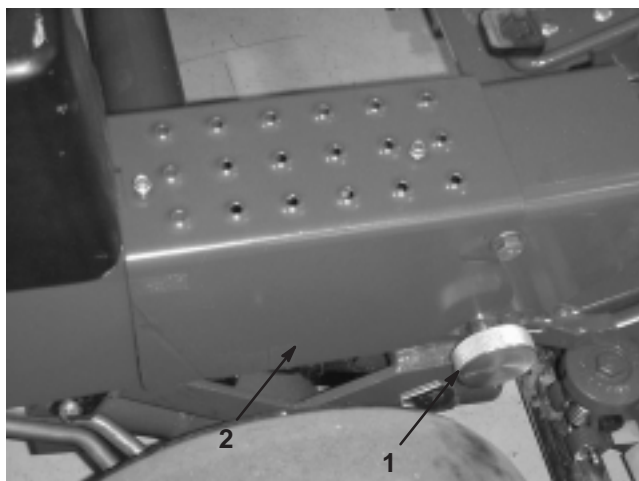

Figure 4
5. Faites pivoter le bras de direction à la position verticale (crans) et fixez-le en place avec le bouton de blocage et la goupille fendue (Fig. 4).
6. Fixez le marche-pied droit au bâti avec 2 vis autotaraudeuses (Fig. 4).